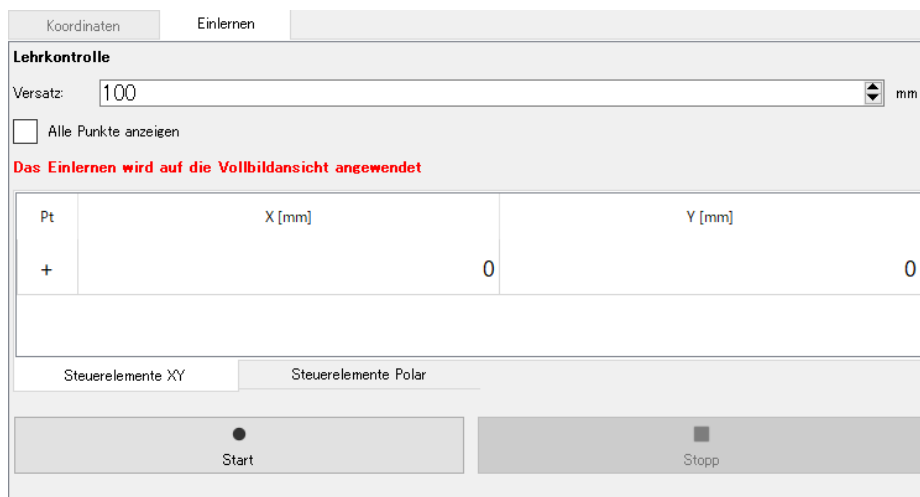

Abbildung 7-45 Einlerneinstellung
- Klicken Sie auf die Schaltfläche „Start“ (Abbildung 7-45) um die Aufzeichnung der Hintergrunddaten zu starten. Die Aufzeichnung wird fortgesetzt, bis die Stopp-Schaltfläche angeklickt wird